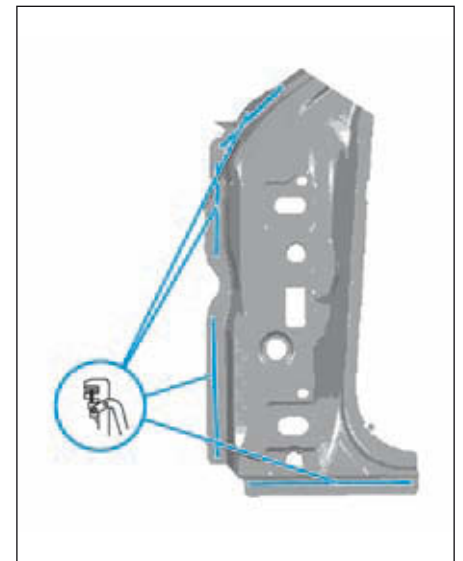

FIG.32
- Percer et meuler la nouvelle pièce (Fig.32).